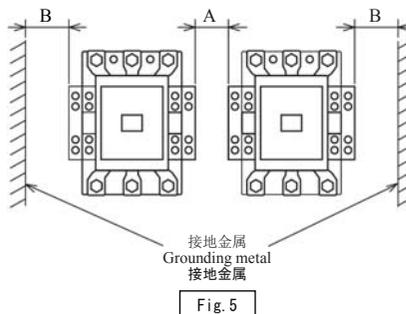

Fig. 5
4. 安装空间 (Fig.5)
4. Mounting space (Fig.5)
4. 取付スペース (Fig.5)